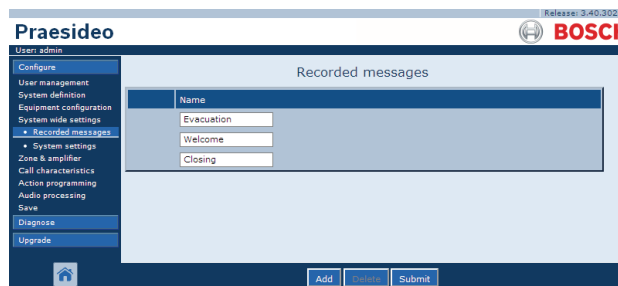

figura 45.2: Registro de mensaje, paso 1
- 1 Vaya a *Configure > System wide settings > Recorded messages*. Aparece una pantalla similar a la mostrada en figura 45.2 en el cuadro principal de la interfaz Web.